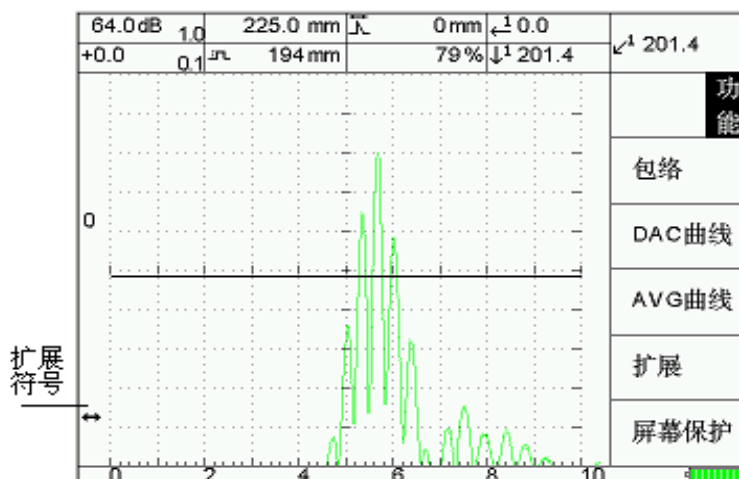

图 5-15
- (2) 按[D]扩展功能，闸门内回波放大到整个波形显示区，扩展符号出现（图 5-15）。
- (3) 再按[D]退出扩展功能。